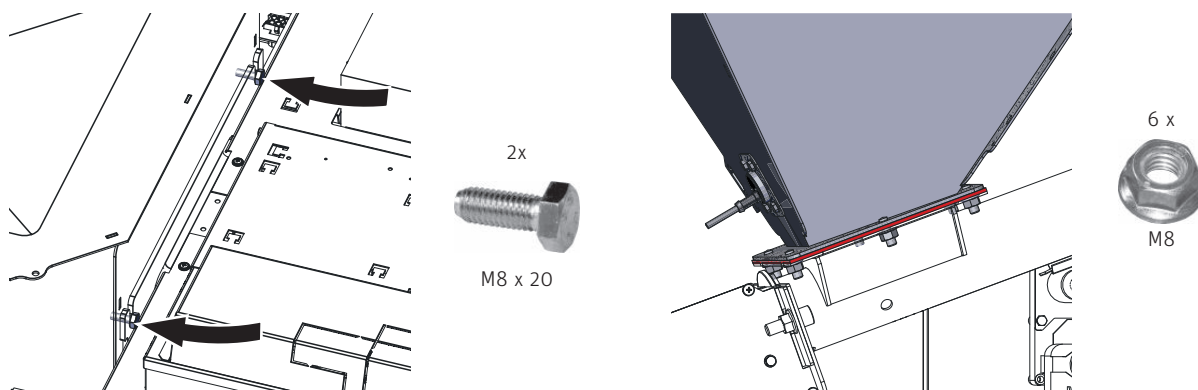

Fig. 38 Avvitare le viti in alto sul serbatoio **solo a mano per il momento** Fig. 39 Avvitare il serbatoio con 6 dadi M8 **inizialmente solo a mano**
- ▶ Sul serbatoio, in alto, avvitare 2 viti a testa esagonale M8x20, **per il momento solo a mano** – Fig. 38.